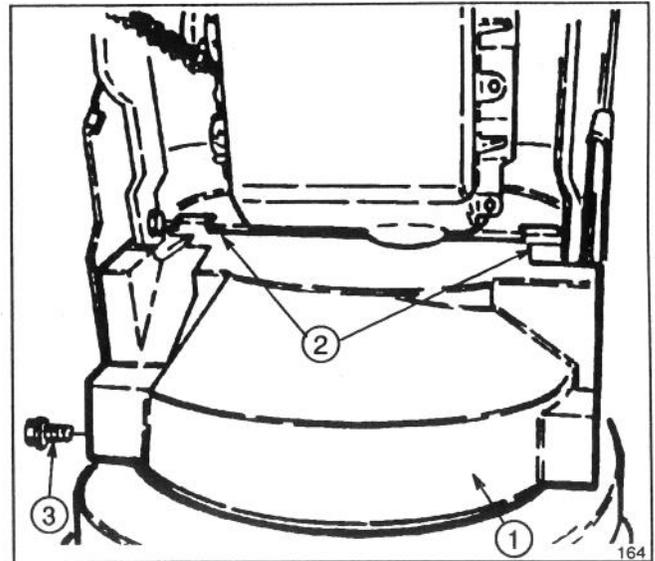

Figure 2
7. Montez le protège-courroie inférieure sur le dessous du carénage de la tarière et le châssis du moteur à l'aide de 2 boulons à tête à collerette de 1/4-20 x 1/2" de long (fig. 2). Vérifiez que les pattes de montage de protège-courroie sont bien positionnées vers l'arrière de la pièce du châssis du moteur.